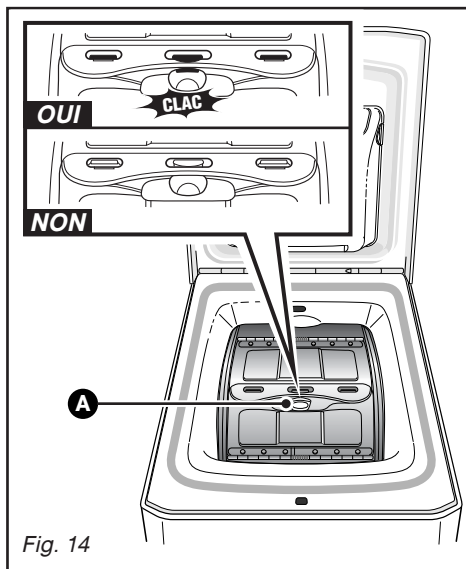

Fig. 14
– Ouvrez le tambour en appuyant sur le poussoir **A** situé sur le portillon avant (Fig. 14).
Vérifiez que les trois crochets et le liseré du poussoir sont bien visibles (Fig. 14).